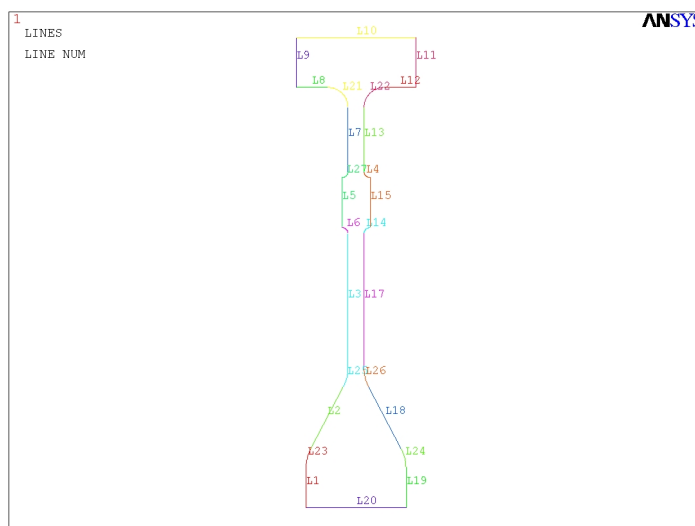

Рис. 7.2. Контур диска
КР23 и КР22, КР20 и КР19, КР19 и КР18, КР18 и КР17, КР17 и КР16, КР16 и КР15, КР15 и КР14, КР14 и КР13, КР13 и КР1 (см. рис. 7.2);
7) Сделайте скругление радиусом 0,003 между линиями L6 и L4, L13 и L17. На рис.7.2. представлен результат всех проделанных операций;